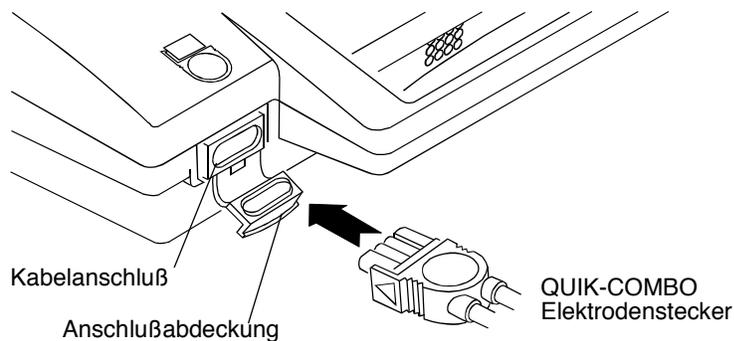

Abbildung 2-5 Anschließen der QUIK-COMBO-Elektrodenstecker
- 3 Die Anschlußabdeckung am AED wie in Abbildung 2-5 gezeigt öffnen.
- 4 Den Elektrodenstecker wie in Abbildung 2-5 dargestellt fest in der Kabelanschlusßbuchse am AED anschließen.
- Wenn alles zur Anwendung am Patienten vorbereitet ist, die Elektrodenpackung öffnen und die Elektroden wie oben in Abbildung 2-5 gezeigt am AED anschließen.